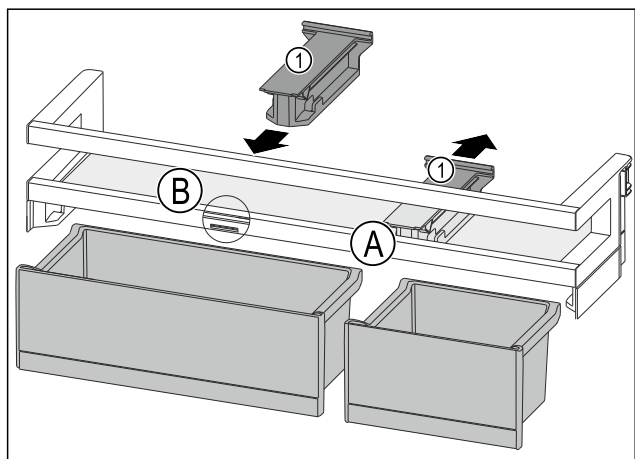

Fig. 78
- Držák Fig. 78 (1) v poloze Fig. 78 (A) stáhněte dozadu.
- Držák Fig. 78 (1) vložte v poloze Fig. 78 (B).